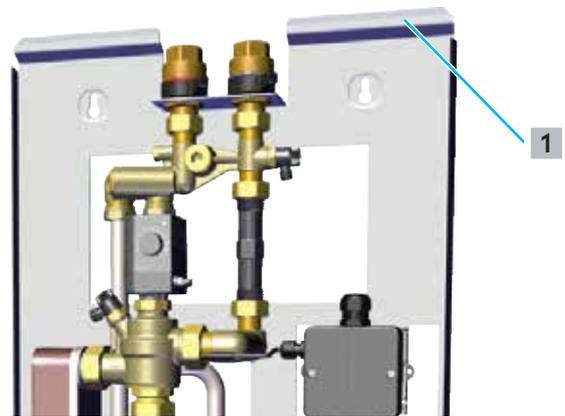

Abb. 19: Aufputzhaube montieren
- 1 Setzen Sie die Aufputzhaube von oben auf die Abkantungen der Grundplatte (siehe Abb. 19 auf Seite 21 (1)). Am unteren Teil der Aufputzhaube befinden sich magnetische Befestigungspunkte. Diese halten die Aufputzhaube in Position.